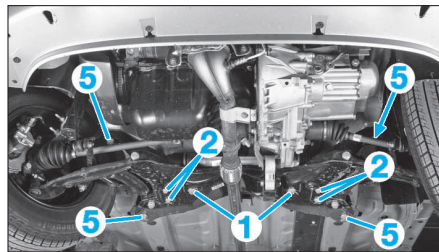

FIG. 9
- Déposer les vis du boîtier de direction (1) (Fig.9).
- Déposer les vis (2) de fixation de la barre stabilisatrice (Fig.9).
- Déposer de chaque côté, les vis (5) de fixation de berceau AV (Fig.9).